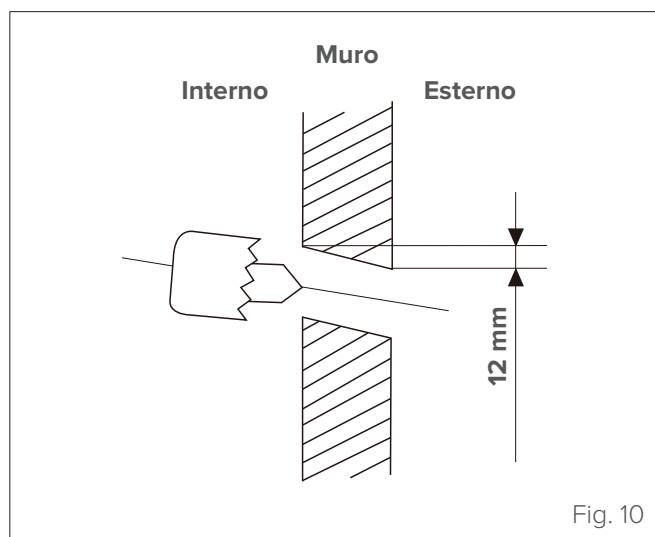

Fig. 10
- 1 Determinare la posizione del foro nella parete in base alla posizione dell'unità esterna. Il foro nella parete dovrà avere un diametro minimo di 65 mm e una leggera inclinazione verso il basso per facilitare il drenaggio (vedere "Fig. 10").